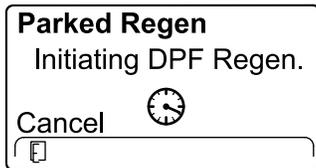

Figura 64
- El InfoCenter muestra el mensaje INITIATING DPF REGEN (Iniciando regeneración de DPF) (Figura 64).